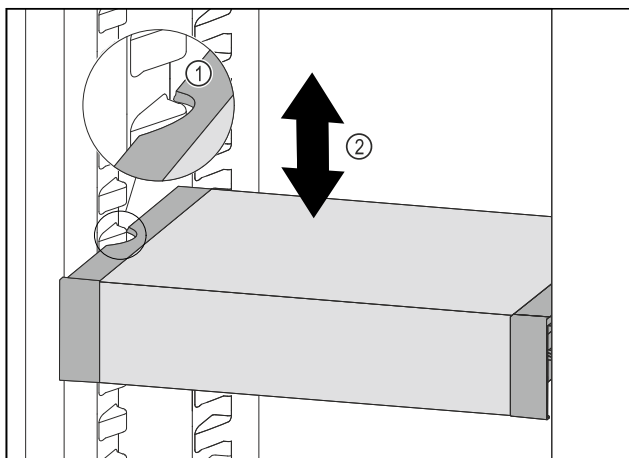

Fig. 132
- Tërhiqni VarioSafe për nga përpara, derisa foletë anësore të VarioSafe të jenë në lartësinë e brinjëve të kutisë në pjesën e ftohjes. Fig. 132 (1)
- Lëvizni VarioSafe për lart ose për poshtë në pjesën e ftohjes, derisa të arrihet lartësia që dëshironi. Fig. 132 (2)